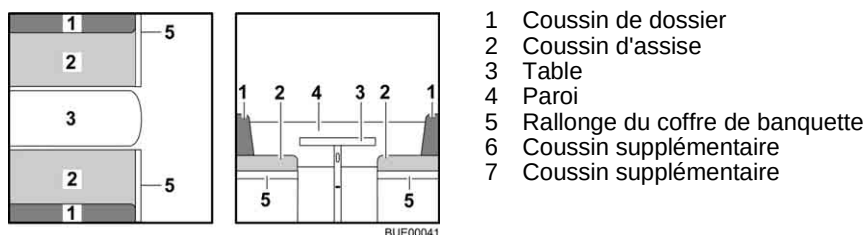

Fig. 94 Avant la transformation
- Convertir la table (Fig. 94,3) en sommier de lit (voir paragraphe 6.10).
- Faire ressortir la rallonge du coffre de banquette (Fig. 94,5).
- Placer les coussins de dossier (Fig. 94,1) et les coussins d'assise (Fig. 94,2) de côté.